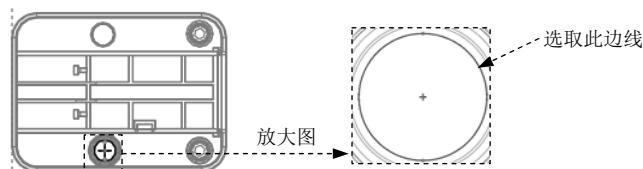

图 20.17 截面草图
(3) 创建截面草图。进入草绘环境后，选择坯料的边线为参考，用“使用边”的命令选取图 20.17 所示的边线。完成特征截面后，单击“草绘”操控板中的“确定”按钮 .
(4) 在操控板中单击“完成”按钮 ，完成曲面特征的创建。